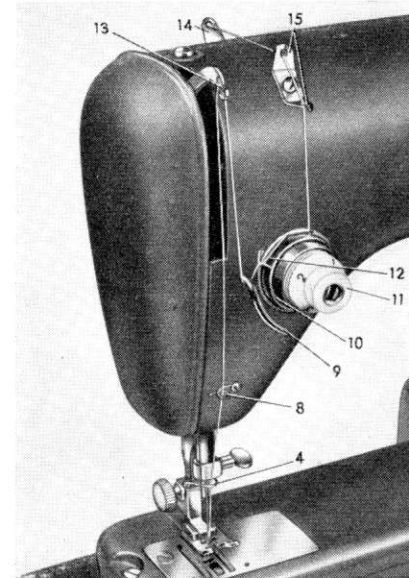

Fig. 17.
Plaats de draadhevel en naald in de hoogste stand (13, fig. 17), door het vliegwiel naar U toe te draaien. Zet een klos garen op een klossen van de klos houder. Leidt de draad door de draadgeleiders 14 en 15 (fig. 17). Daarna naar beneden van rechts naar links tussen de spanningsschijfjes 10. Leidt haar naar boven en naar links over de haak van de draadaantrekveer, dan weer naar beneden van rechts naar links onder de draadhaak en dan weer naar boven van rechts naar links door het oog aan de top van de draadhefboom (13) en dan naar beneden door draadgeleider 8 en de draadgeleider in de naaldklem (4). De draad wordt dan van voren naar achteren door het oog van de naald geregen. Trek 8—10 cm van de draad door het oog van de naald.